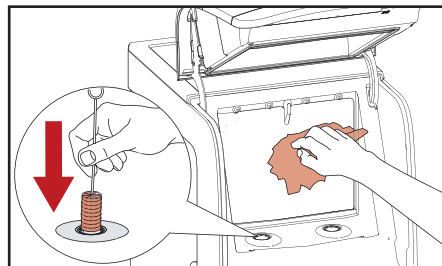

Bild 5.9 - Rengör kylutrymmet
4. Rengör doseraröppningen med en borste och insidan av kylutrymmet med en ren, fuktig trasa (bild 5.9). Torka med en ren pappershandduk.